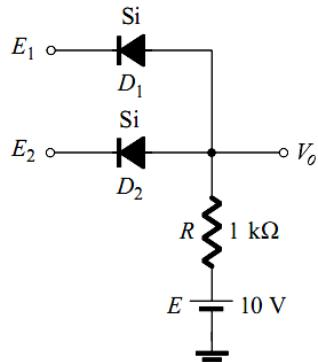

Figura 7.
12. Para a porta lógica com diodos da Figura 7, testar o mesmo, com  $E_1$  e  $E_2$  assumindo 0 V e 10 V (montar uma tabela com as combinações possíveis).